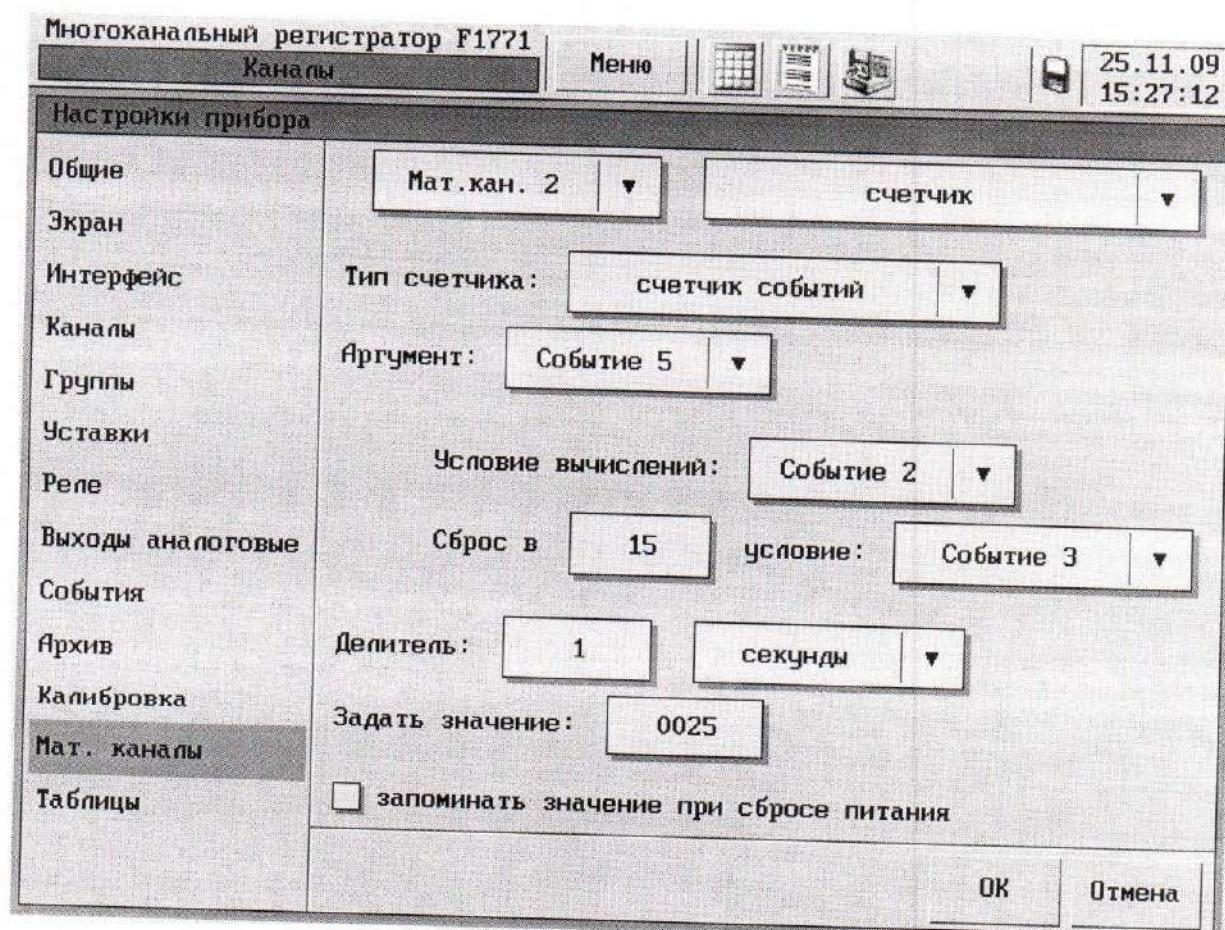

Рисунок 54 – Раздел меню «Мат. каналы» тип «Счётчик», тип счётчика «Счётчик событий»
- «счётчик событий» – в качестве аргумента такого счётчика может выступать любое из 32 событий, см. рисунок 54.
Если установлен тип счётчика «Счётчик событий» (см. рисунок 54), то МК вычисляет время, в течение которого событие, являющееся его аргументом, находилось в состоянии «1». Если событие-аргумент счётчика имеет признак «однократное» (см. 5.9.8), то счётчик будет подсчитывать количество срабатываний события.